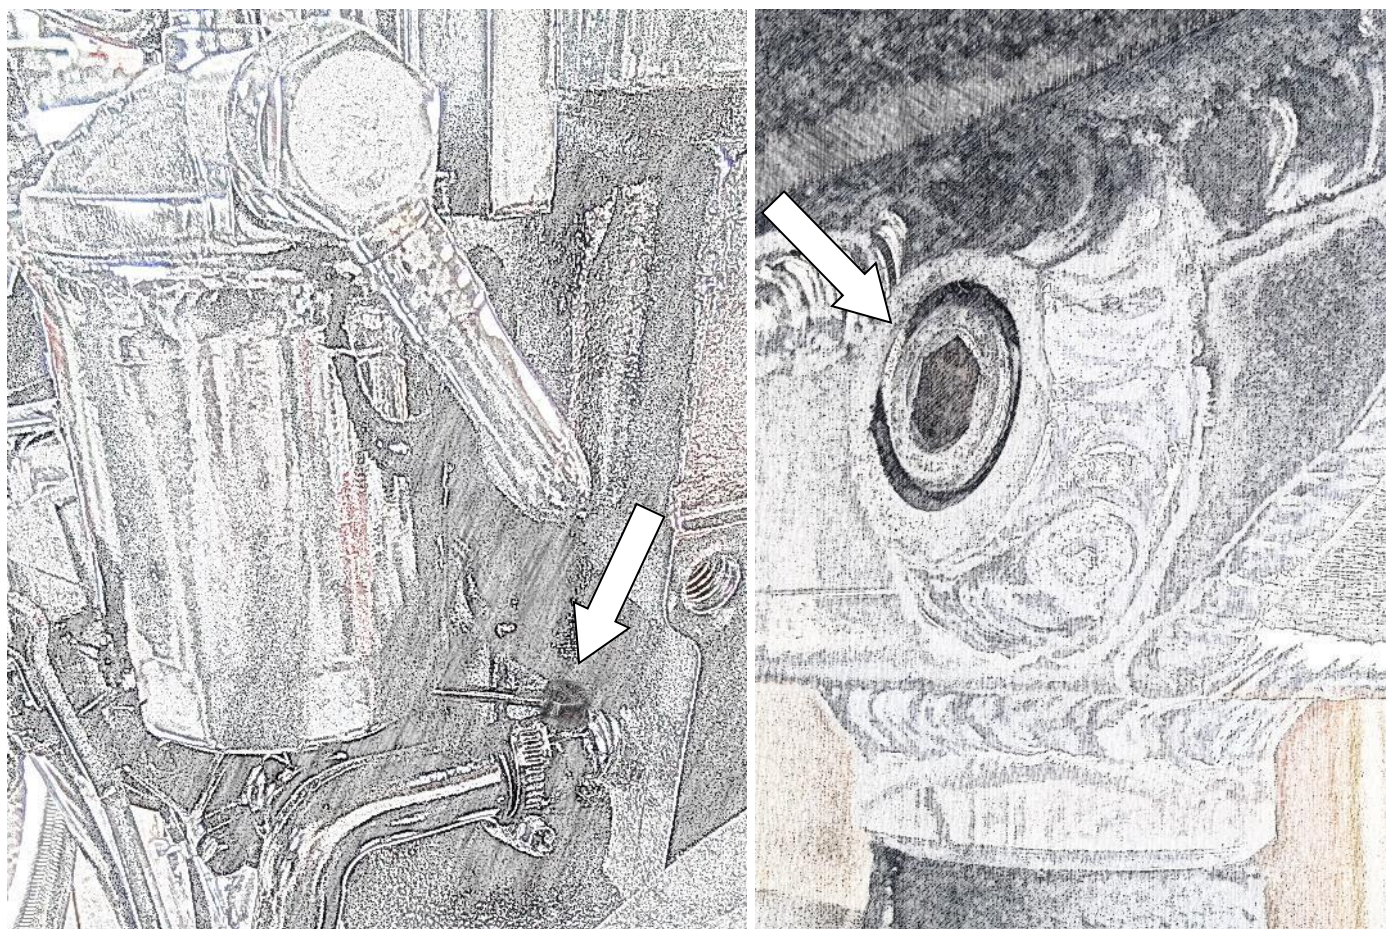

Рис. 3-6. Слив охлаждающей жидкости с двигателя (слева) и с радиатора (справа)
- 2.) При отрицательной температуре окружающей среды для предотвращения размораживания двигателя после завершения работы трактора необходимо **сливать воду** из охлаждающей системы дизеля (рис. 3-6).